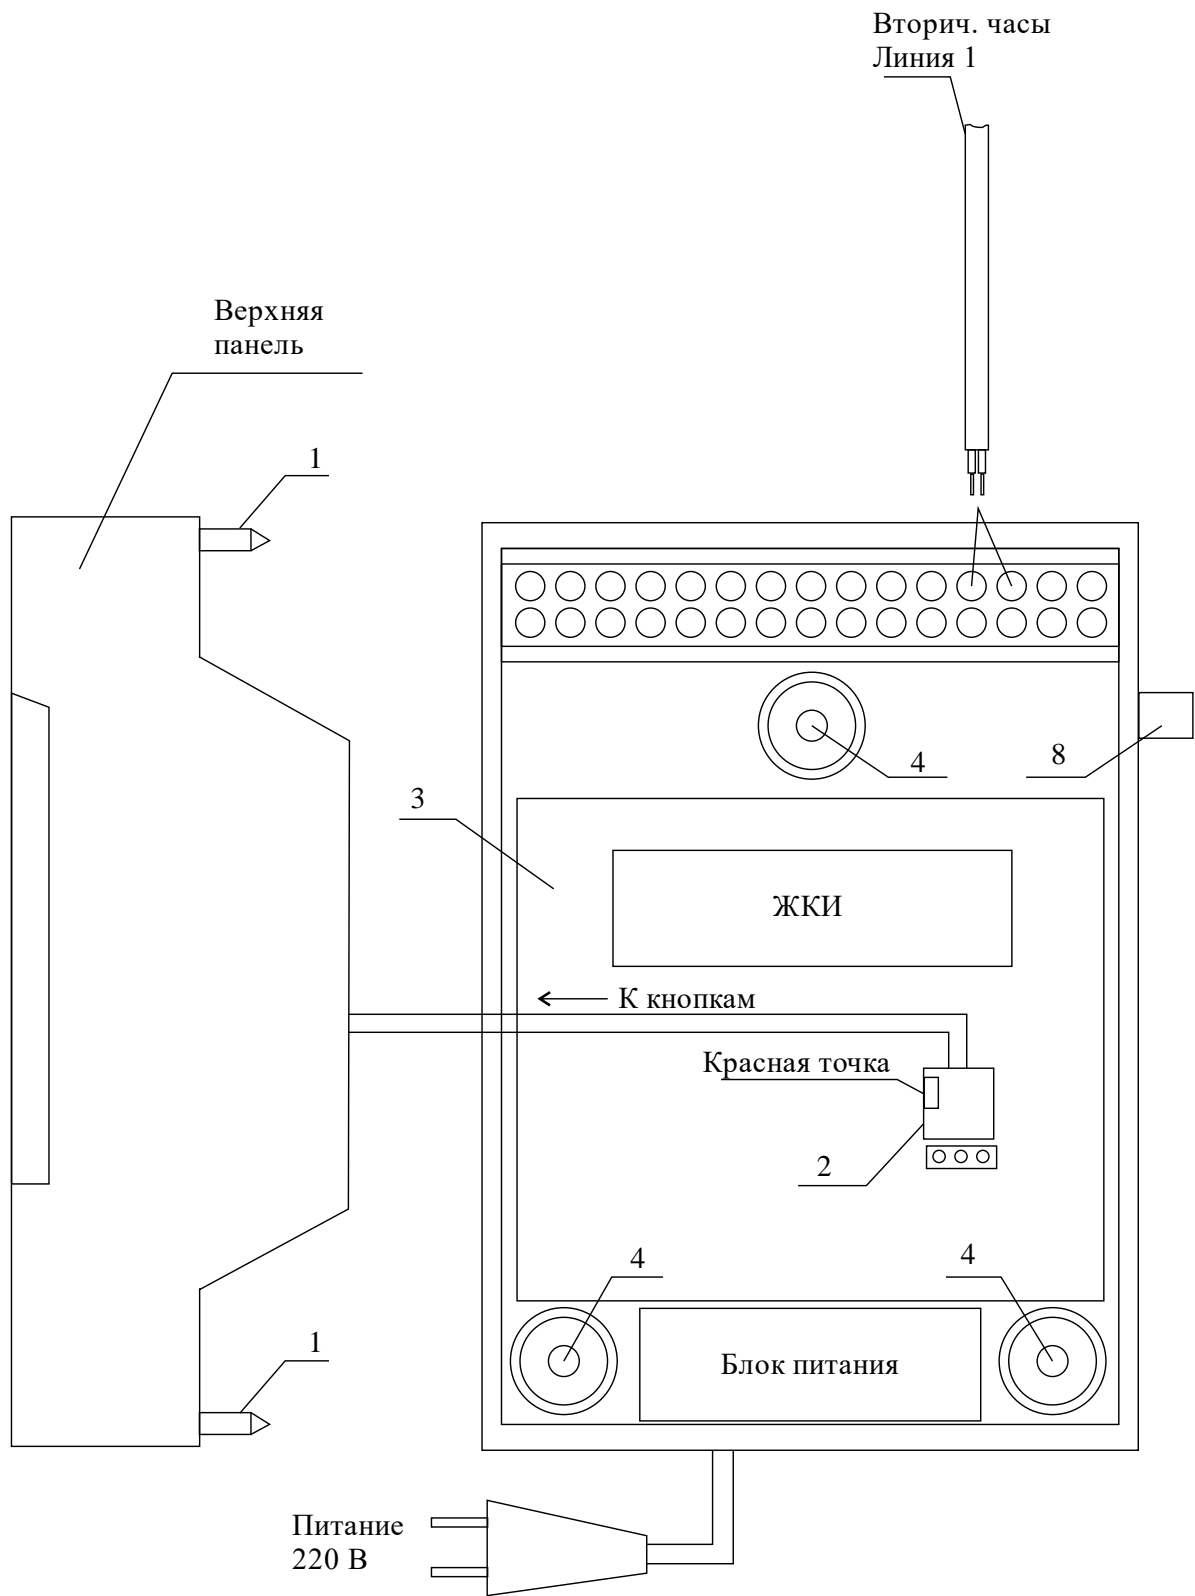

Рис. 1
4.1. Выверните четыре винта 1, расположенных на верхней панели ЧС (см. Рис.1). Осторожно снимите верхнюю панель и отсоедините разъем 2, соединяющий кнопки с печатной платой 3.
4.4. Подсоедините линию вторичных часов в соответствии со схемой рис.1